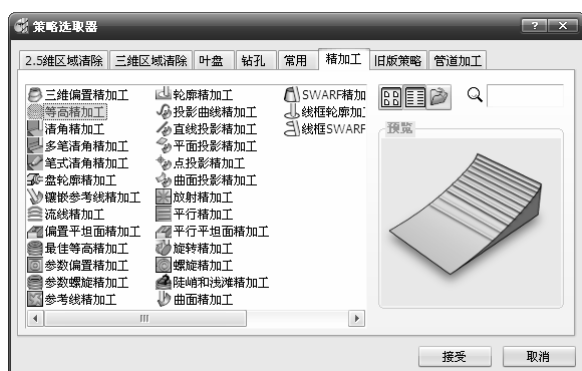

图 3-168 “策略选取器”对话框
1) 单击主工具栏上的“刀具路径策略”按钮, 弹出“策略选取器”对话框, 单击“精加工”选项卡, 在弹出的精加工策略选项中选择“等高精加工”加工策略, 如图 3-168 所示。单击“接受”按钮完成。